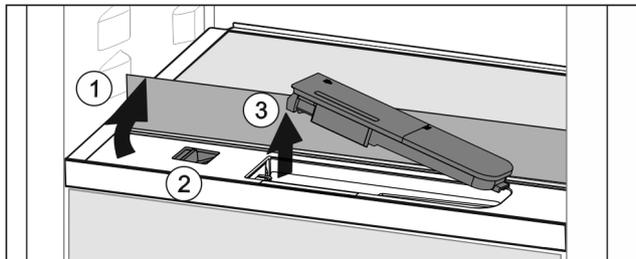

Fig. 74
- Stekleno ploščo dvignite in jo sklopite nazaj do omejevalnika Fig. 74 (1).
- Drsnik Fig. 74 (2) potisnite v levo.
- Odstranite rezervoar za vodo Fig. 74 (3).